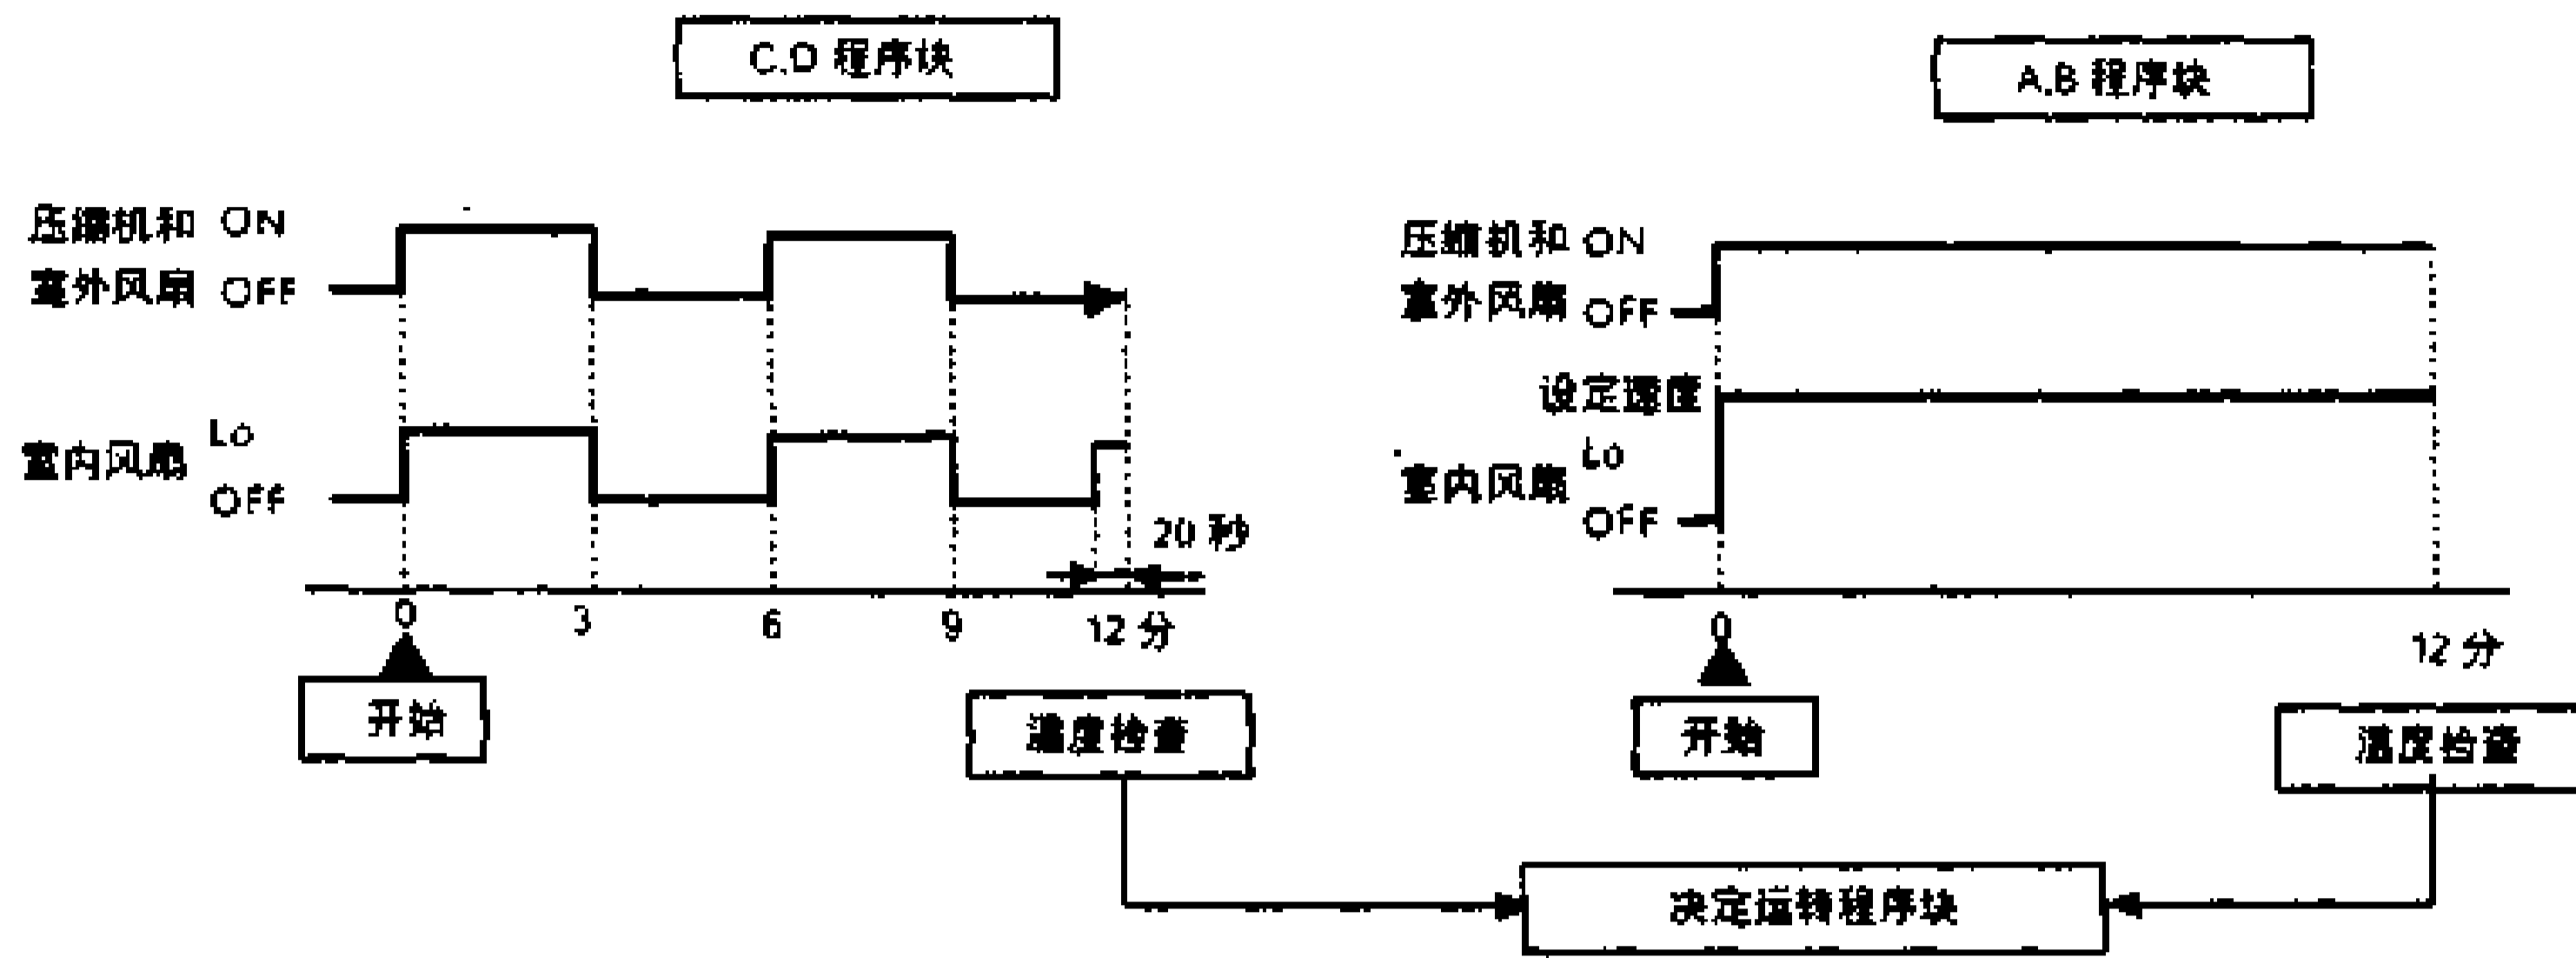

图 1-3-22
(2) 起动运转 (图 1-3-22)。
(3) 除湿运转。